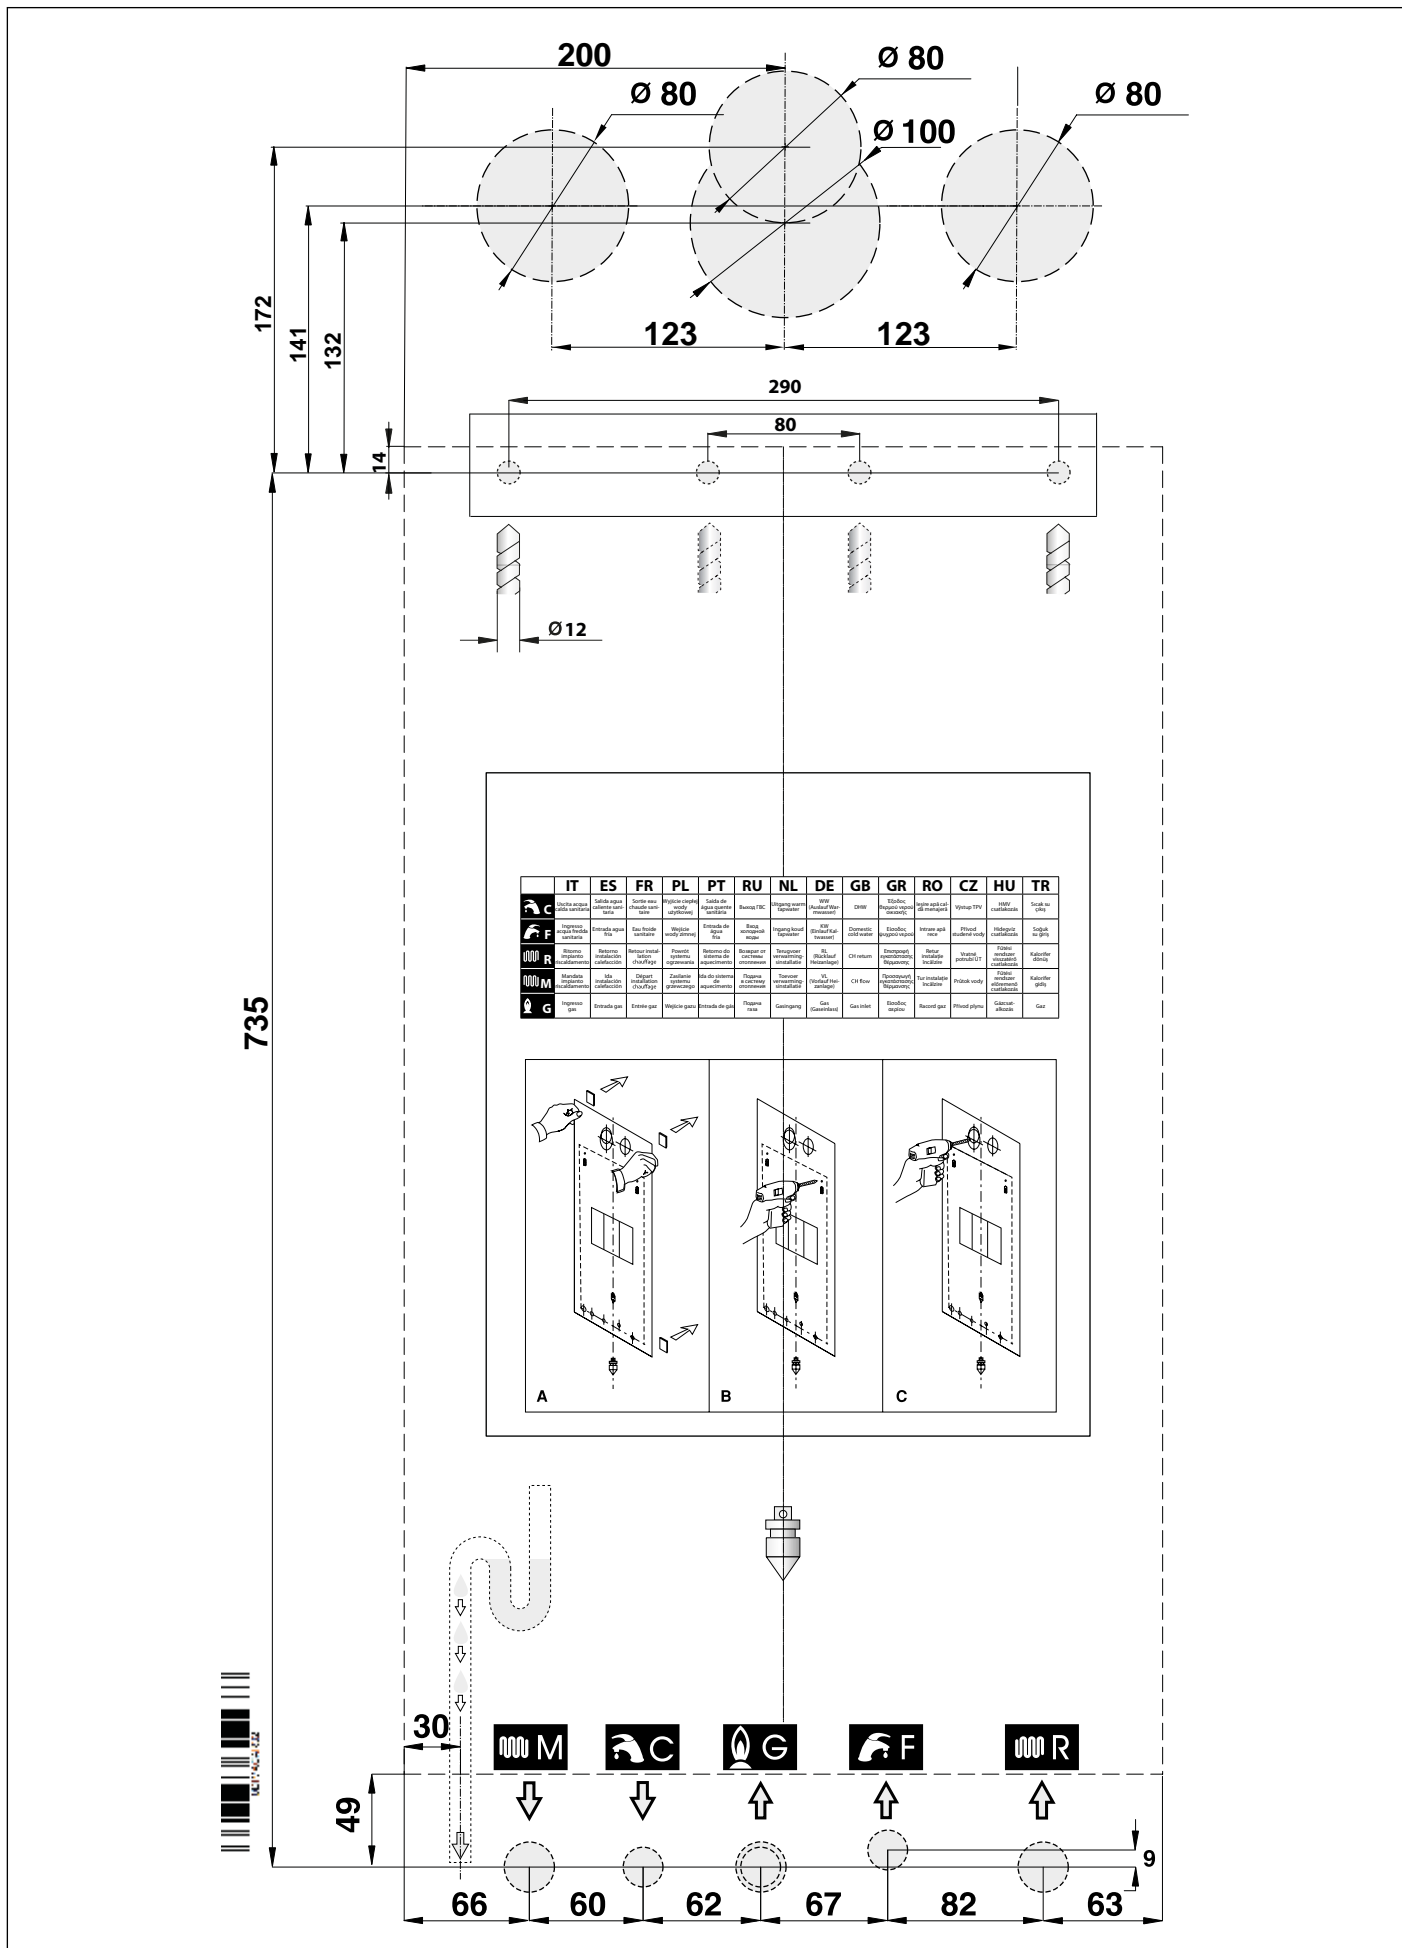

Рис. 5 Шаблон из картона
- » монтажный бумажный шаблон для настенного котла (смотри Рис. 5 Шаблон из картона);
Каждый котел снабжен специальным шаблоном из картона (смотри Рис. 5 Шаблон из картона).